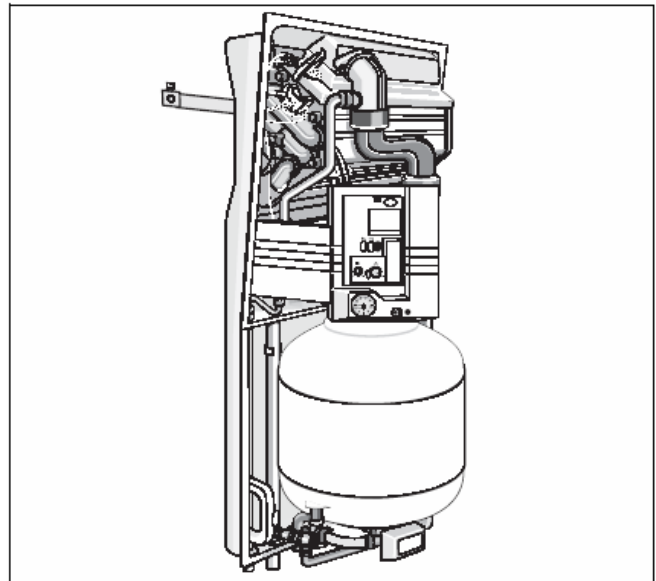

Рис. 3 Монтаж
- Подвесить газовый отопительный котел на настенный держатель (рис. 3).